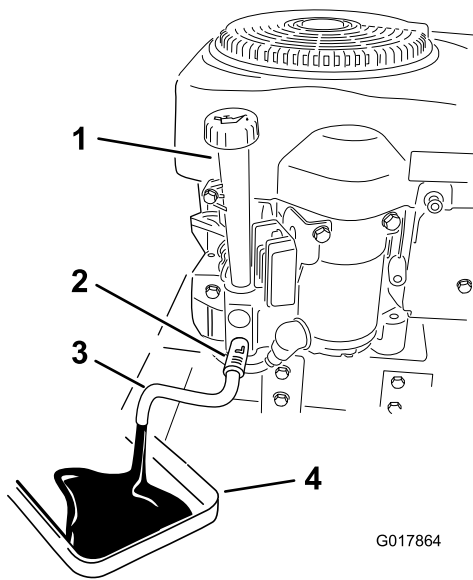

Figura 30
4. Limpie la zona alrededor del tapón de vaciado, situado en el bastidor de la máquina. Localice el tubo de vaciado y colóquelo sobre la válvula de vaciado (Figura 30).
6. Coloque un recipiente debajo de la máquina, directamente debajo del tubo de vaciado, según se muestra en Figura 30.
- Gire la válvula de vaciado 1/4 de vuelta en el sentido contrario a las agujas del reloj para abrirla y dejar que el aceite se drene. Retire el tapón de llenado/varilla (Figura 30).
- Vierta lentamente el 80% aproximadamente de la cantidad especificada de aceite por el orificio de llenado (Figura 30). Compruebe el nivel de aceite; consulte Verificación del nivel de aceite.